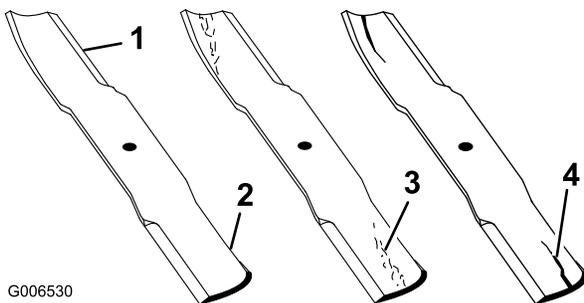

Figura 49
1. Inspeccione los filos de corte (Figura 49).
2. Inspeccione las cuchillas, especialmente la parte curva (Figura 49). Si observa fisuras, desgaste o la formación
de una ranura en esta zona (elemento 3. en la Figura 49), instale de inmediato una cuchilla nueva.